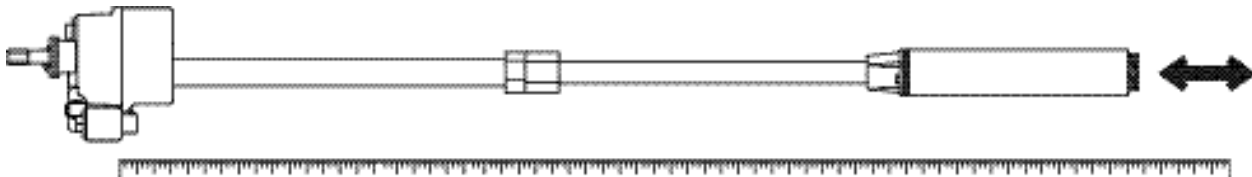

Figure 2.5 Réglage de la longueur de la pompe
- 5: Tirer sur l'extrémité de l'UMP jusqu'à ce que la distance entre le bas du bloc-raccord et le bas de l'UMP soit 125 mm (356 mm pour l'aspiration flottante) plus courte que la distance mesurée à l'étape 2 (voir figure 2.5).